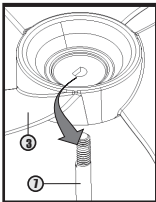

Figura 07
8. Encaixar a Hélice no eixo do motor. Alinhar a chaveta do Furo da Hélice com a chaveta do eixo do motor para um perfeito encaixe (**Ver figura 07**).